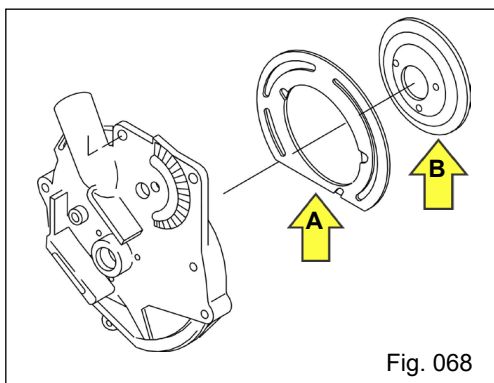

Fig. 068
- **Corpo** (Fig. 068): que por sua vez é composto de Inserto de apoio do disco e prato de fixação do inserto. O inserto de apoio do disco "A" sobre o qual gira o disco distribuidor de sementes, deverá ser plano e em bom estado.